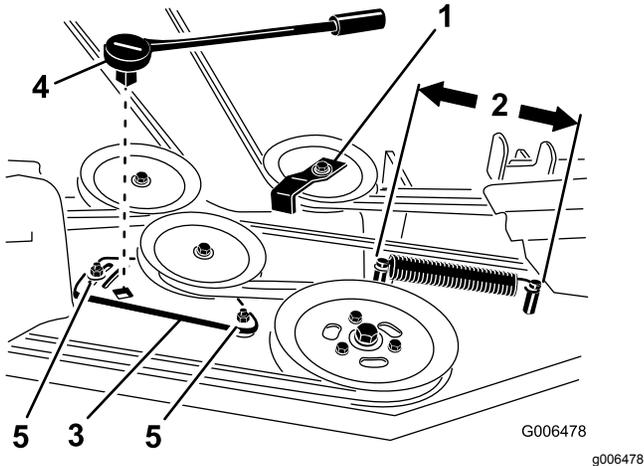

Figura 84
6. Para cortadores de 182 cm, desaperte os parafusos da placa intermédia que prendem a placa intermédia (Figura 84).
8. Retire a guia da correia na polia intermédia com mola que se mostra na Figura 82 e na Figura 84.
11. Instale a guia da correia na polia intermédia com mola a um ângulo de 45 graus, como se mostra na Figura 82 e na Figura 84. Aperte o parafuso com uma força de 37 a 45 N m.
12. Instale a mola intermédia nas duas colunas (Figura 82 e Figura 84).
4. Meça o comprimento da mola (Figura 84). Se o comprimento da mola estiver entre 25,4 e 26 cm, de coluna a coluna, não é necessário qualquer ajuste.
5. Desaperte os parafusos que prendem a placa intermédia (Figura 84).
6. Utilize um roquete ou barra de torção no orifício quadrado na placa intermédia para ajustar a tensão (Figura 84).
7. Rode o roquete ou a barra de torção para mover a placa intermédia até que a mola intermédia fique entre 25,4 e 26 cm, de coluna a coluna, como se mostra na Figura 84.
8. Mantendo a tensão da correia e o comprimento da mola, aperte os parafusos da placa intermédia que prendem a placa intermédia (Figura 84).